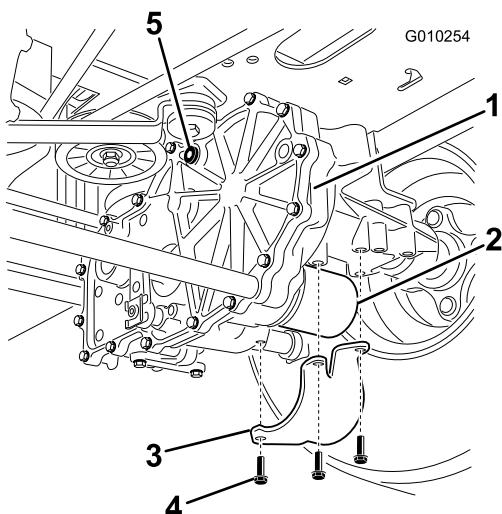

Figura 53
- Individuate il filtro e le protezioni su ogni sistema di trasmissione (Figura 53). Rimuovete le tre viti con cui è fissata la protezione del filtro.